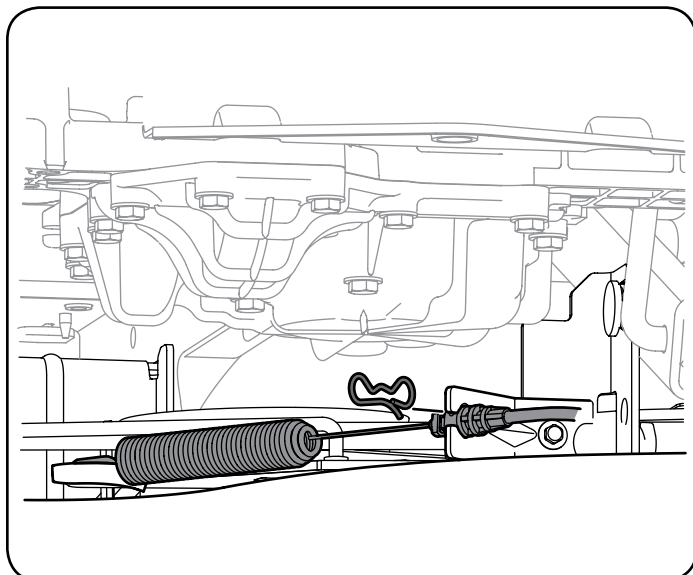

Figura 26
- e. Extraiga el pasador de chaveta que sujeta el cable de la PTO al soporte de la plataforma, tire hacia atrás del cable de la PTO, luego deslícelo fuera del soporte y desenganche el resorte del soporte intermedio. Vea la Figura 26.